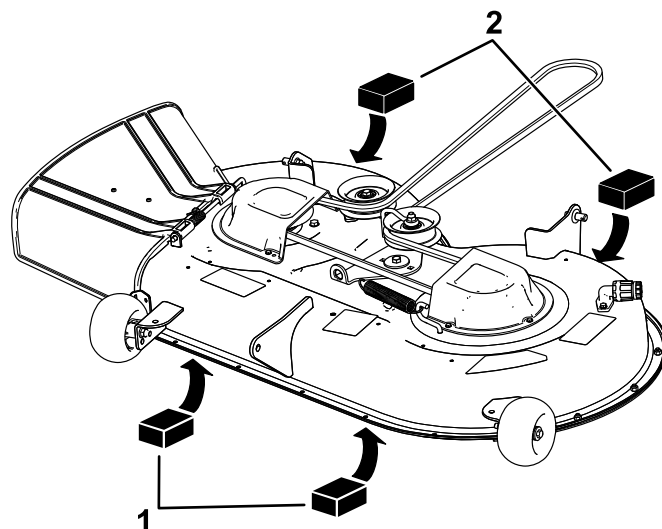

Figura 66
4. Posizionate 2 blocchi ciascuno con uno spessore di 6,6 cm sotto ciascun lato del bordo anteriore del piatto di taglio, ma non sotto le staffe del rullo antistrappo (Figura 66).
5. Posizionate 2 blocchi ciascuno con uno spessore di 7,3 cm sotto il bordo posteriore della falda del piatto di taglio; 1 su ciascun lato del piatto di taglio (Figura 66).